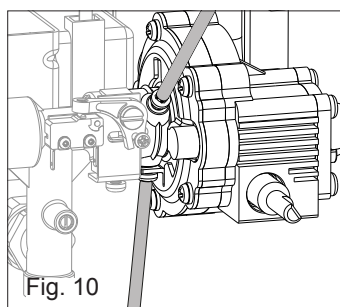

Fig. 10
- Allentare le viti indicate in fig. 10